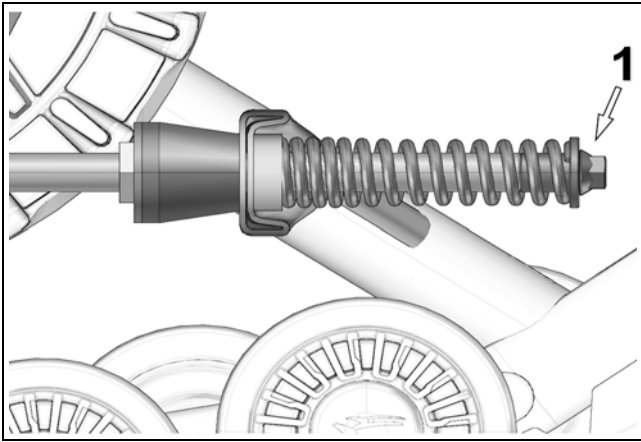

Abbildung 4
- Überprüfen Sie, dass die Schraube der Feder-Baugruppe (1) mit dem empfohlenen Drehmoment von [40 Nm] angezogen ist und dass die Teile des Stabilisierungsarms in der richtigen Reihenfolge montiert wurden. Siehe Abbildung 4.